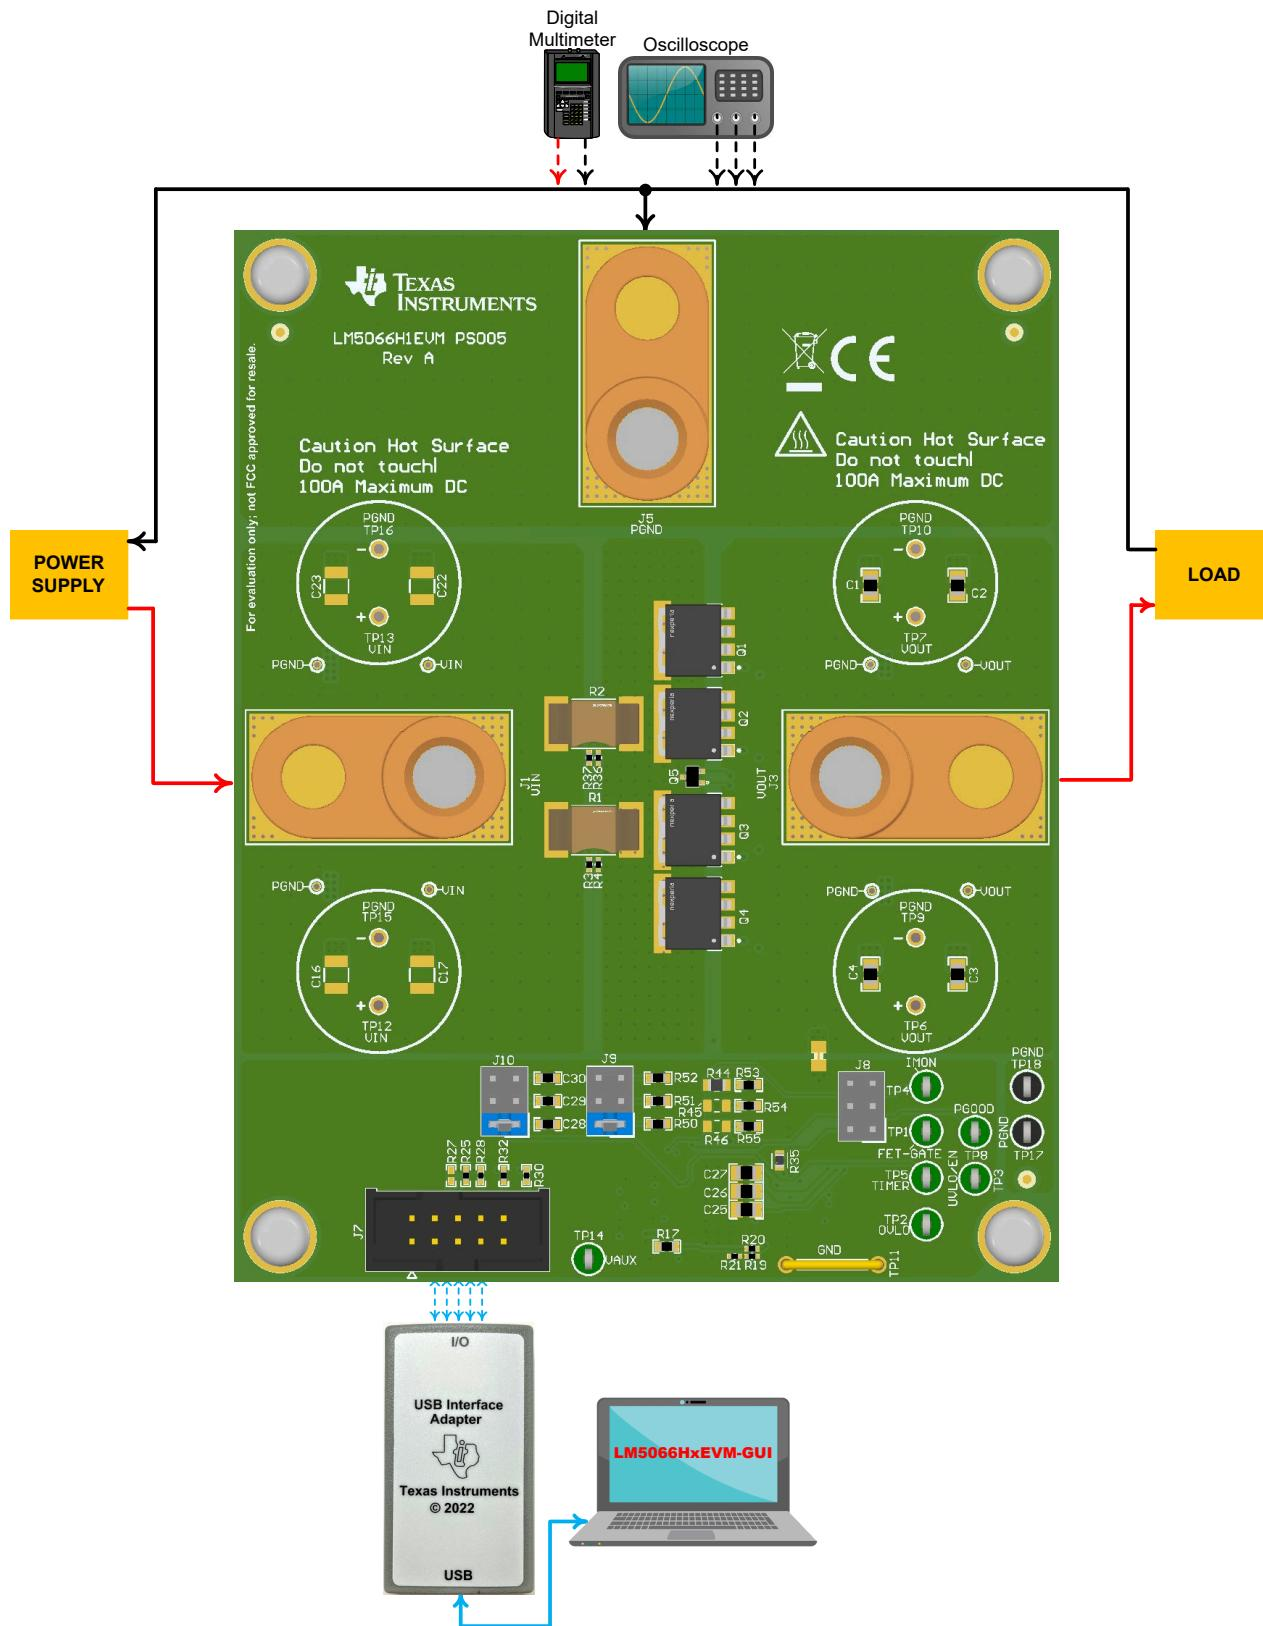

図 3-1. LM5066H1EVM、テスト装置を使用したセットアップ
LM5066H1EVM を使用すると、LM5066Hx ファミリのホットスワップコントローラである LM5066H1 を評価するほか、4 個の (4) **PSMN2R3-100SSE** MOSFET を並列接続して駆動します。入力電力はコネクタ J1 と J5 に印加され、J3 と J5 は EVM への出力接続を提供します。の回路図との EVM テスト構成を参照し 図 4-1 図 3-1 ください。TVS ダイオード D1 と D2 は、過渡的な過電圧から入力回路を保護する役割を果たします。ショットキーダイオード D3 と D4 は、LM5066H1 ホットスワップコントローラの OUT ピンにおける負電圧の変動を最小絶対定格値以内にクランプすることで、出力を保護します。